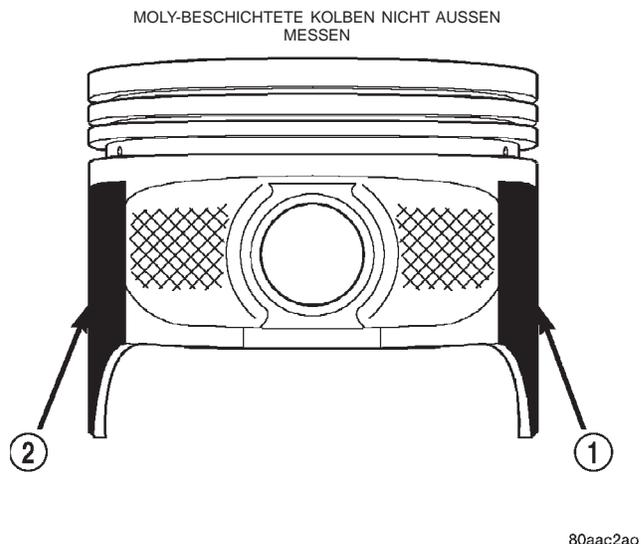

Abb. 21 Moly-beschichteter Kolben
(4) Das Beschichtungsmaterial wird nach der Endbearbeitung des Kolbens aufgetragen. Die Messung des Außendurchmessers eines beschichteten Kolbens führt zu ungenauen Ergebnissen (Abb. 21). Deshalb ist die Messung des Innendurchmessers mit einer Meßuhr **UNBEDINGT ERFORDERLICH**. Zur Ermittlung der korrekten Kolbengröße ist eine Meßuhr mit einer Ablesegenauigkeit von 0,003 mm (0,0001 Zoll) erforderlich.
(5) Der Einbau des Kolbens in den Zylinder erfordert etwas mehr Druck als der Einbau eines nichtbeschichteten Kolbens. Die Beschichtung auf dem Kolben vermittelt den Eindruck, als ob der Kolben genau in der Zylinderbohrung paßt (Preßpassung).